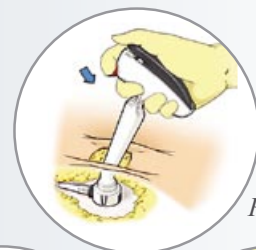

Рисунок 12b
- На первом этапе, сохраняя небольшое надавливание на аппликатор, необходимо надавить на предохранительный блокиратор. Рычаг прошивания автоматически отщелкивается в частично разблокированное положение, как показано на рычаге прошивания (Рисунок 12b).